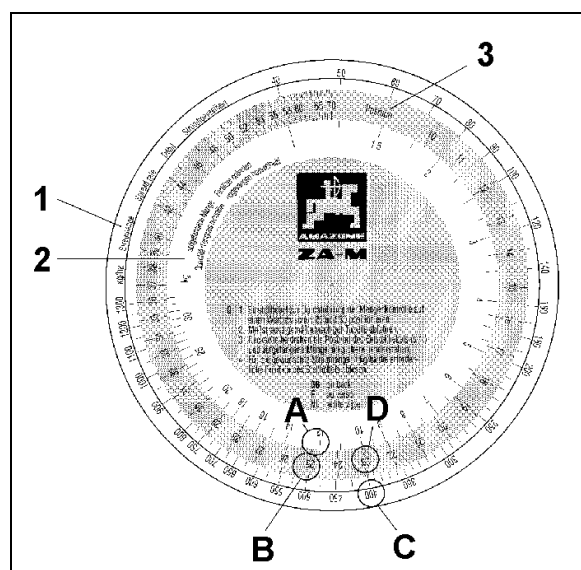

Fig. 47
- En hvit skala ytterst som indikerer spredningsmengden [kg/ha] (spredningsmengde) (Fig. 47/1).
- En hvit skala innerst som indikerer gjødselmengden som fanges opp under spredningsmengdekontrollen [kg] (oppsamlet mengde) (Fig. 47/2).
- En farget skala i midten som indikerer spjeldstillingene (posisjon) (Fig. 47/3).
6. Ta telleskiven i hånden. Finn tallverdien 12,5 (Fig. 47/A) på skalaen (Fig. 47/2) for oppsamlet mengde [kg] og sett den overfor den valgte spjeldstillingen (posisjon) 25 (Fig. 47/B) den fargede skalaen (Fig. 47/3).
7. Finn ønsket spredningsmengde 400 kg/ha (Fig. 47/C) og les av den nødvendige spjeldstillingen (posisjon) 23 (Fig. 47/D).